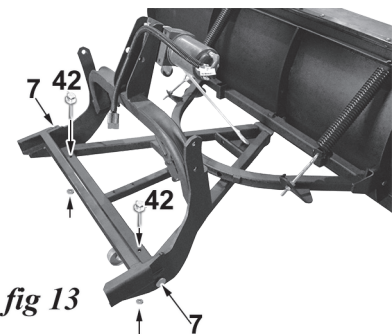

fig 13
7. Fixez le cadre principal au cadre A en utilisant les deux tiges de cadre (7, figure 13). Bloquer les tiges dans le cadre avec un boulon M8 x 70 mm à tête hexagonale de grade 8.8 (42, figure 13) inséré une rondelle 8 mm, puis la partie supérieure du cadre à chaque extrémité et sécurisé avec écrous M8.
10. Ne tenez pas compte des étapes 8 et 9 si vous utilisez le kit d'actionneur électrique DK2 Elite. Pour de l'aide avec l'installation du kit d'actionneur, visitez <https://www.dk2snowplows.com/faq>; ou appelez notre numéro sans frais 1 (888) 277-6960.